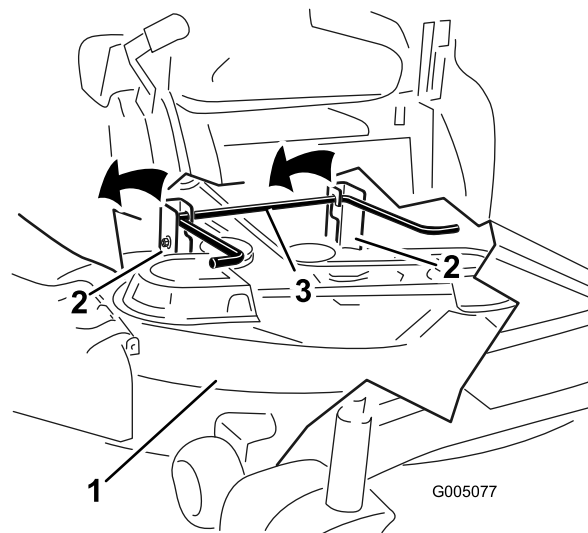

Figura 48
5. Alzate il tosaerba e i supporti di sostegno dall'asta di sollevamento posteriore e abbassate con cautela il tosaerba al suolo (Figura 48).
5. Alzate la parte posteriore del piatto di taglio e guidate i supporti di sospensione lungo l'asta di sollevamento posteriore (Figura 48).